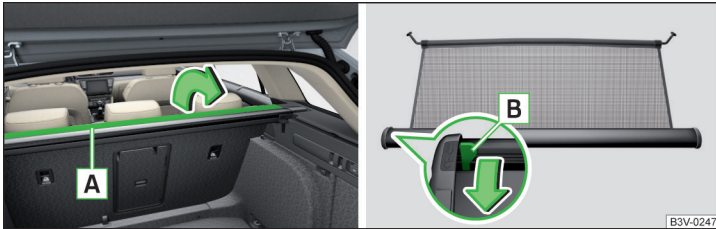

Abb. 143 Teil der aufrollbaren Gepäckraumabdeckung aufklappen / Entriegelungshebel
- Den Teil **A** der aufrollbaren Gepäckraumabdeckung in Pfeilrichtung aufklappen » Abb. 143.
- Den Teil **A** der aufrollbaren Gepäckraumabdeckung entgegen der Pfeilrichtung zurückklappen » Abb. 143.
Sollte die Netztrennwand beim Herausziehen blockieren, dann den Entriegelungshebel **B** in Pfeilrichtung drücken » Abb. 143.